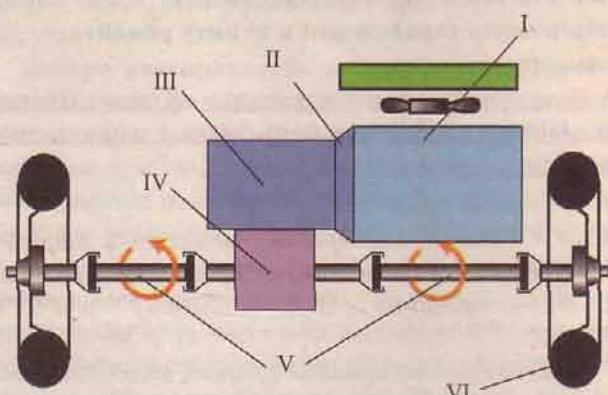

Рис. 30 Схема трансмиссии переднеприводного автомобиля
**Трансмиссия переднеприводного автомобиля** (рис. 30) включает в себя: